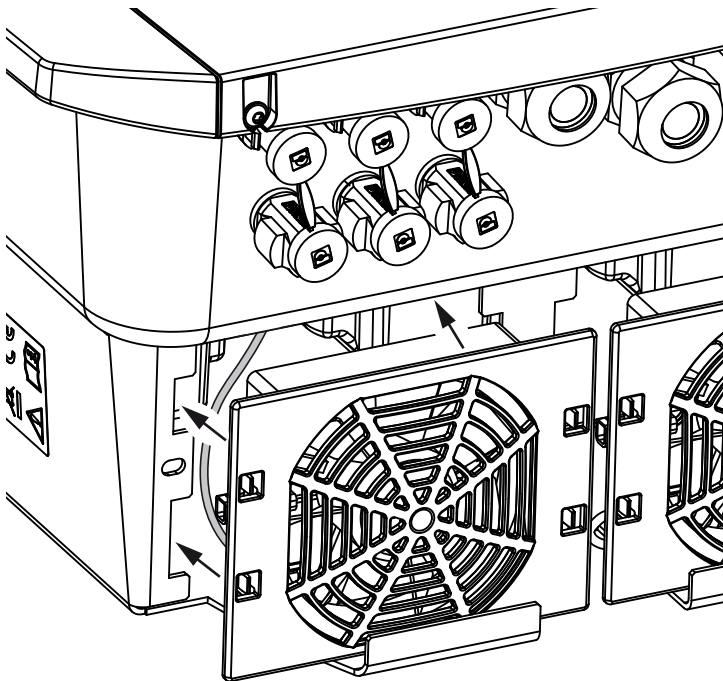

Fig. 77 : remise en place du ventilateur
- Il est correctement installé dans le châssis du ventilateur (sens du flux d'air).  **Fig. 77**